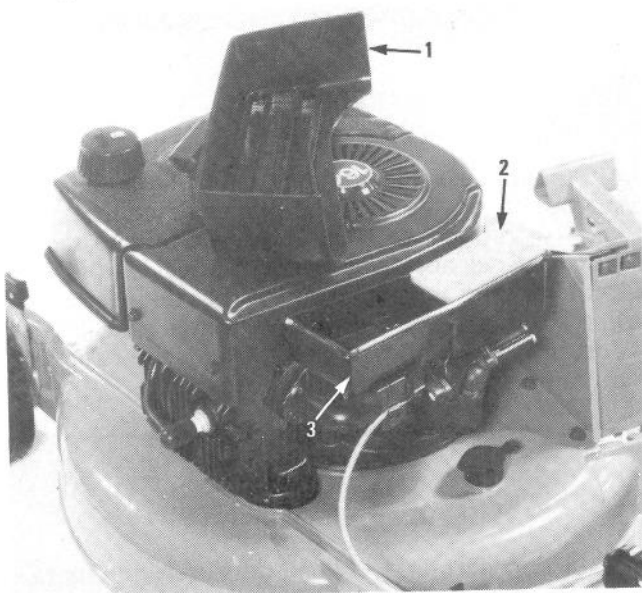

Figure 30
3. Examinez le fond de l'élément du filtre à air (Fig. 30). S'il est encrassé, l'élément doit être nettoyé.
Remarque: Avez soin de ne pas laisser de saleté pénétrer dans le boîtier du filtre à air (Fig. 30).
- D. Remettez l'élément dans le boîtier du filtre à air (Fig. 30).